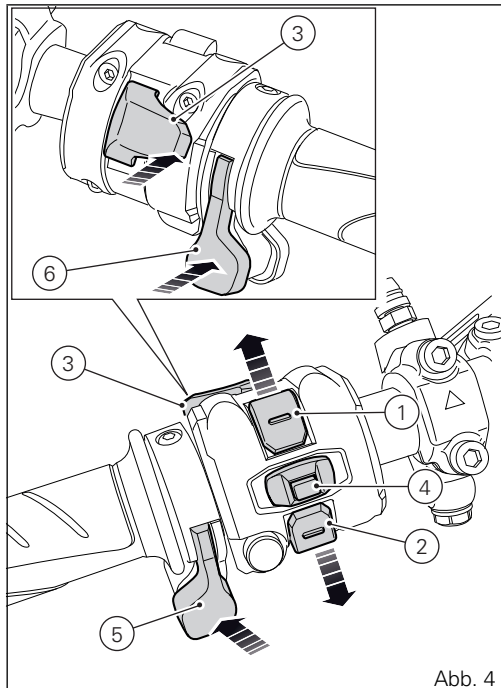

Abb. 4
5) SCHNELLWAHLTASTE „UP“ (5, Abb. 4)
6) SCHNELLWAHLTASTE „DOWN“ (6, Abb. 4)